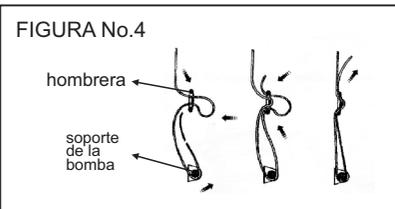

FIGURA No.4
-Para sujetar la correa las hacemos pasar por la hombrera de hule que está con la correa. figura No.4